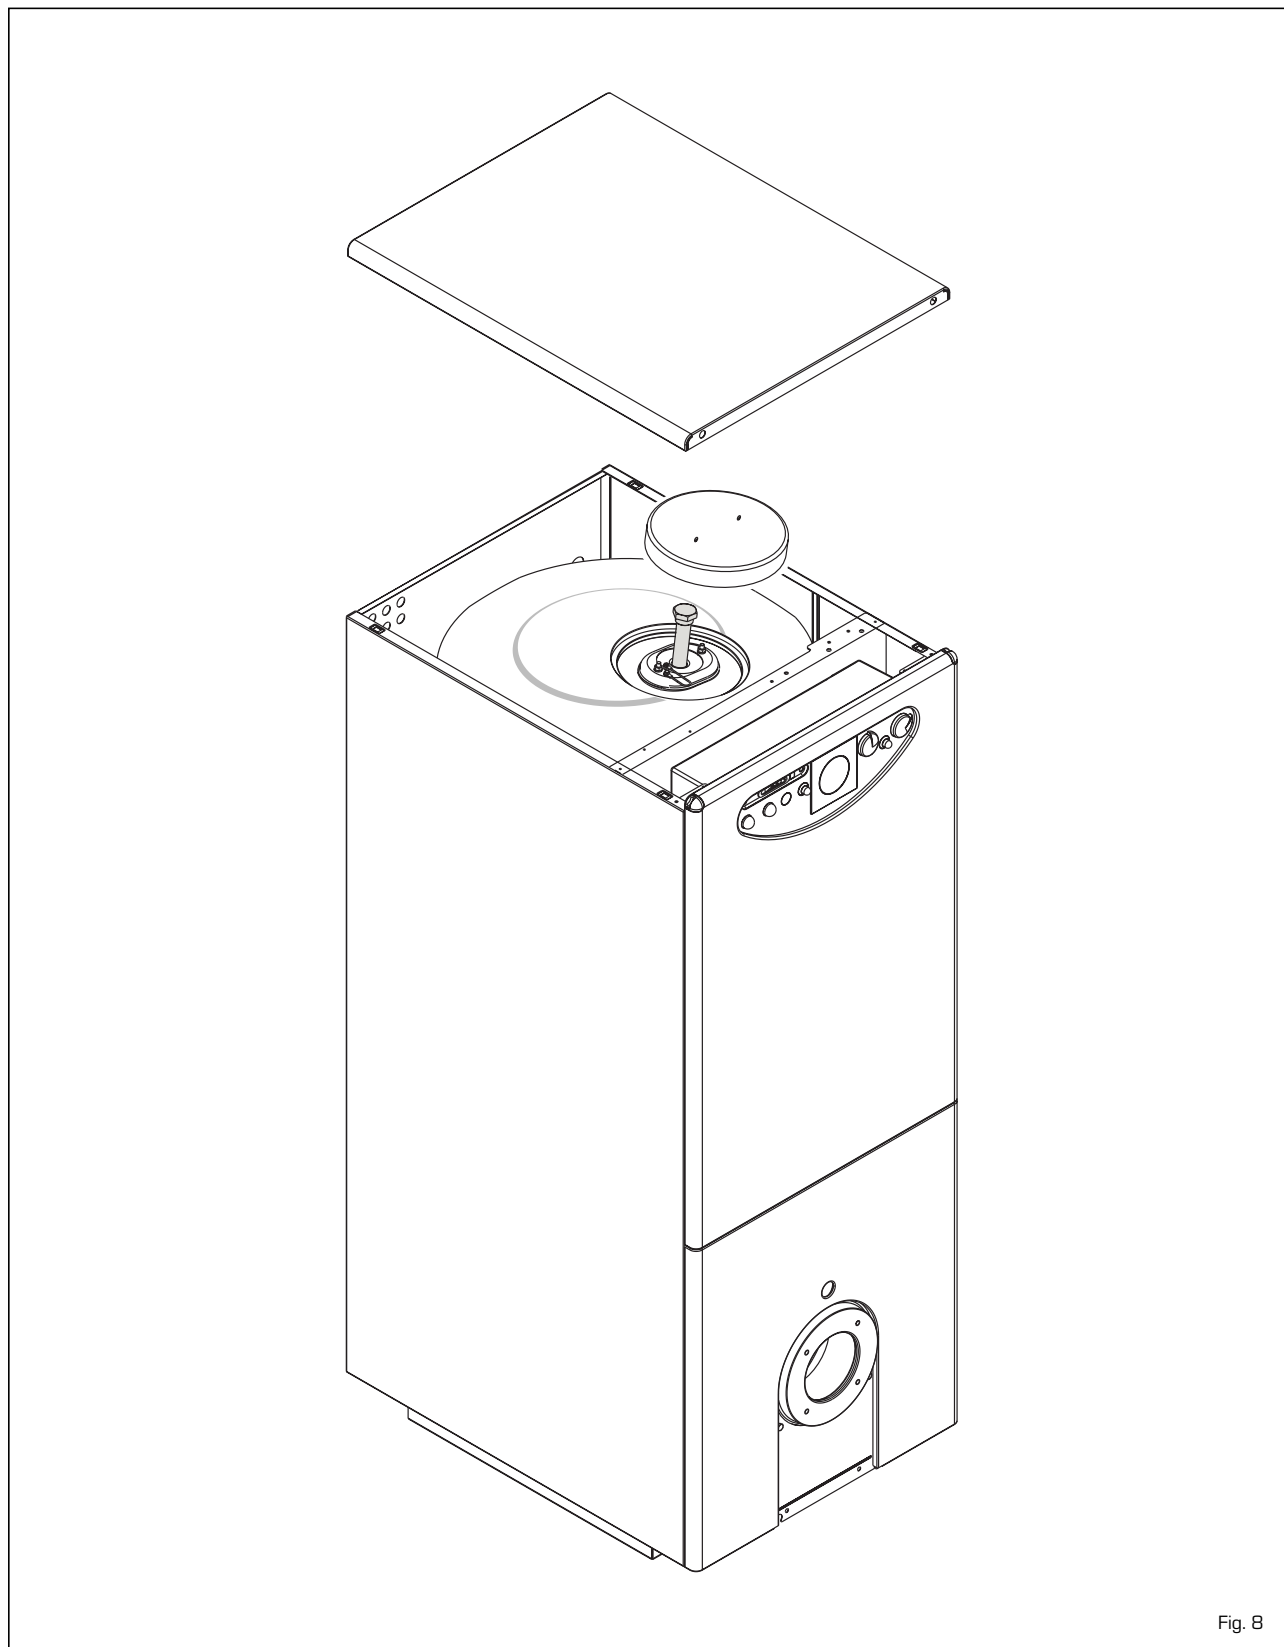

Fig. 8
3.3.2 Anodo de protección acumulador (fig. 8)